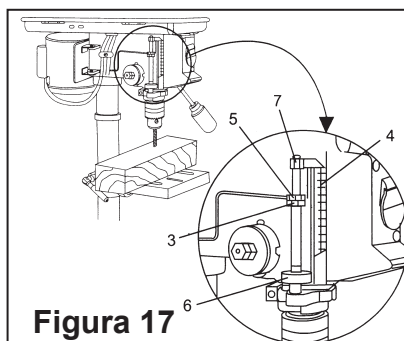

Figura 17
4. Haga girar la tuerca del cable inferior (3) hacia abajo para ponerse en contacto con la profundidad stop lug (6) en la cabeza. (Figura 17).
5. Haga girar la tuerca superior (5) hacia abajo y apriete la tuerca del cable inferior contra. (3) (Figura 17).